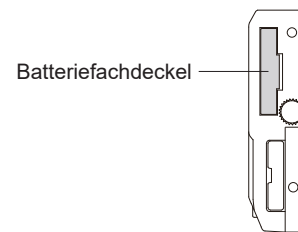

abb.1
- Entfernen Sie die Batterieabdeckung (Abb. 1).